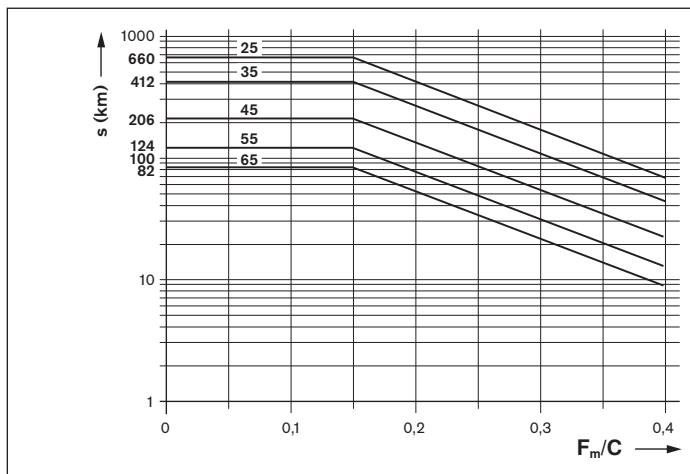

图 2：补充润滑周期
- ▶ 在润滑接口上加注符合表 4 的最小量，直到达到补充润滑周期 (图 2) 为止。
- ▶ 给每个润滑接口加注符合表 4 的最小量，直到达到补充润滑周期 (图 2) 为止。为此所需的润滑脉冲数以及润滑节拍的计算方法请参见补充润滑 (正常行程) 中的描述。
**提示：**为此所需的润滑脉冲数是表 4 给出的最小补充润滑量与根据表 5 所选的活塞分配器规格之间的商的取整值。活塞分配器最小许用规格不取决于安装位置。根据公式 1 的润滑节拍是补充润滑周期 (根据图 2) 除以计算得出的润滑脉冲数 (参见设计举例) 所得的商。
- $s$  = 根据图 2 的补充润滑周期 (km)
- $C$  = 额定动载荷 (N)
- $F_m/C$  = 轴承当量动载荷 (N)